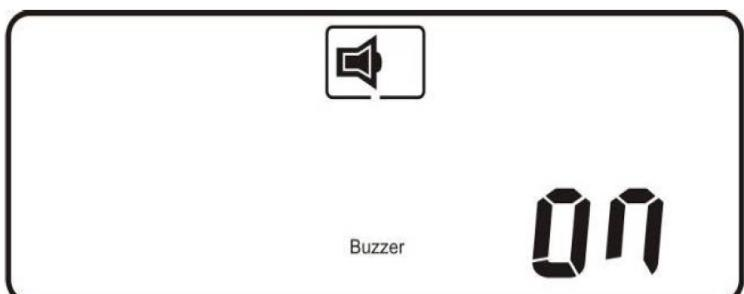
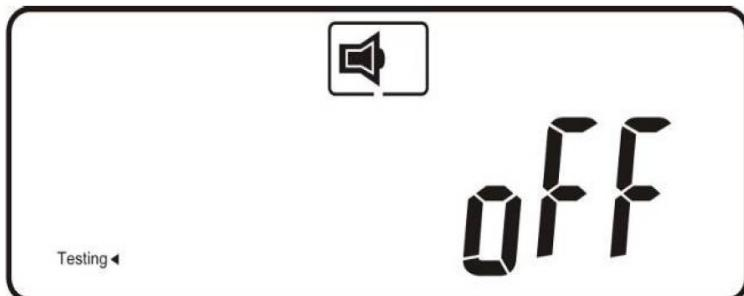

Рис. Q1
Рис. R1
После полного включения ИБП и нажатия кнопки (Специальная функция) на экране отображается рис. Q1.
- Состояние звуковой сигнализации — рис. Q1
- Внутреннее тестирование — рис. R1
- Включение/выключение звуковой сигнализации (рис. Q1 – Q2). При этом отключается звуковая сигнализация батарейного режима; аварийная сигнализация остаётся активной.
- Включение/выключение внутреннего тестирования (рис. R1 – R2). ИБП проводит тестирование батарей в течение десяти секунд. Если внутреннее тестирование завершено успешно, на экране отображается рис. E1; в противном случае отображается рис. E2 и сообщение об ошибке.
- Войти в режим настройки параметров. Одновременно нажать и удерживать кнопки (ON) и кнопку (Вниз) в течении примерно трех секунд. После двойного звукового сигнала на экране отобразится рис. Q1 и ИБП будет работать в режиме установки параметров.
В этом режиме возможно изменение всех параметров, кроме включения/выключения сигнализации (рис. Q1-Q2) и внутреннего тестирования (рис.R1-R2).